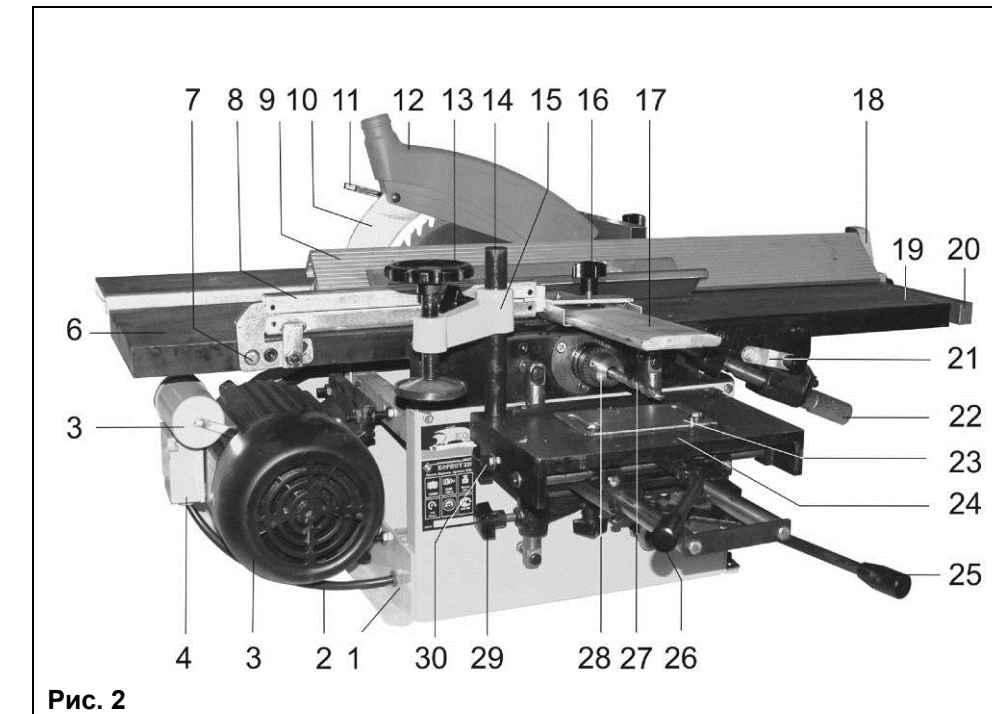

Рис. 2
9.5.5. При выполнении сверлильной операции скорость подачи заготовки, закреплённой на рабочей поверхности суппорта (24), осуществляйте рычагом поперечной подачи (25) с учётом диаметра режущего инструмента, твёрдости и влажности материала заготовки, Рис. 2.
9.5.6. При выполнении операции шипорезных работ, продольного или торцевого (косого) пиления скорость подачи заготовки осуществляется вручную (усилием оператора) с учётом высоты пиления, твёрдости и влажности материала заготовки, Рис. 2.
### 7.1. Станок состоит из следующих сборочных единиц и деталей (Рис. 2)
### 8.1. Монтаж станка (Рис. 2)
## 8.2. Установка пильного диска (Рис. 2 - 4)
## 8.3. Установка пильного суппорта (Рис. 2, 5)
## 8.6. Установка защитной планки (Рис. 2)
## 8.7. Установка суппорта для выполнения сверлильных работ (Рис. 2, 8, 9)
## 8.8. Установка сверлильного патрона (Рис. 2, 8)
### 9.1. Регулировки и настройки перед началом пильных работ (Рис. 2, 3)
### 9.2. Регулировки и настройки перед началом строгальных работ (Рис. 2)
### 9.3. Регулировки и настройки перед началом сверлильных работ (Рис. 2, 8, 9)